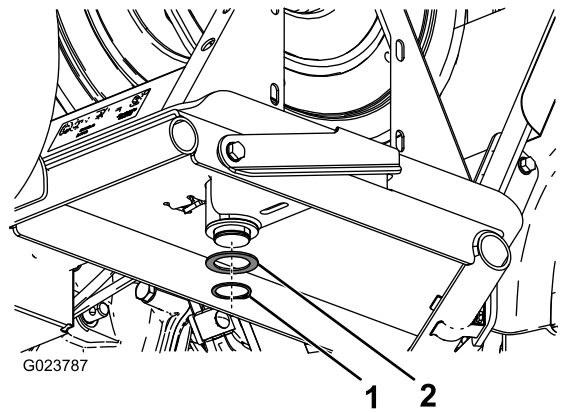

Figura 7
4. En la parte inferior del bastidor del carrito de la manguera, coloque la arandela de empuje y la anilla a presión en la columna del soporte giratorio (Figura 7).